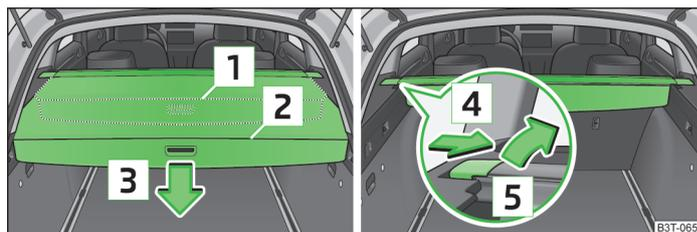

Abb. 90 Aufrollbare Gepäckraumabdeckung: herausziehen und aufrollen / herausnehmen
- Die aufrollbare Gepäckraumabdeckung bis zum Anschlag in die gesicherte Stellung **2** » Abb. 90 ziehen.
- Die Abdeckung im Griffbereich **3** » Abb. 90 drücken, die Abdeckung rollt sich automatisch in die Stellung **1** auf.
➤ Auf der Seite der Querstange in Pfeilrichtung **4** » Abb. 90 drücken und die Abdeckung mit einer Bewegung in Pfeilrichtung **5** herausnehmen.
Die aufrollbare Gepäckraumabdeckung rollt sich automatisch in die Stellung **1** auf » Abb. 90 auf Seite 88.